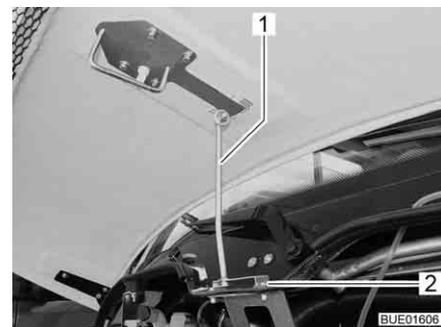

Fig. 41 Puntello cofano motore (Viseo)
*Fissaggio (Viseo):* ■ Estrarre il puntello (Fig. 41,1) e agganciarlo nell'attacco (Fig. 41,2).